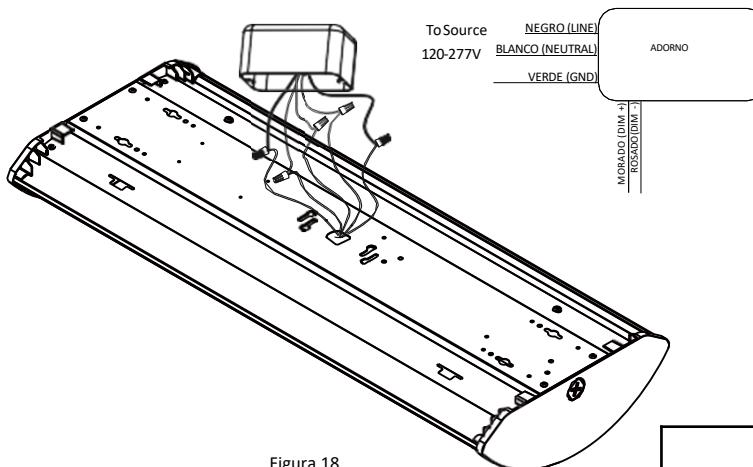

Figura 18
- Haz las conexiones de los cables Negro a Línea, Blanco a Neutro y Verde a Tierra. Utiliza las tuercas para cables suministradas para asegurar las conexiones. Ver la Figura 18.